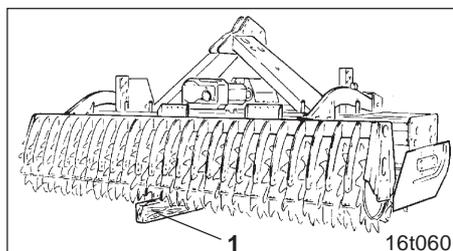

Fig. 11.2
- Soulevez l'outil de préparation de sol au moyen du relevage hydraulique du tracteur. Placez une cale en bois (fig. 11.2/1) au milieu et sous le rouleau packer, et faites reposer ce dernier de toute sa masse sur la cale. Le châssis du rouleau packer accuse ainsi la déformation courbe qu'il subit lorsque l'outil de préparation de sol s'appuie sur lui en cours de travail.